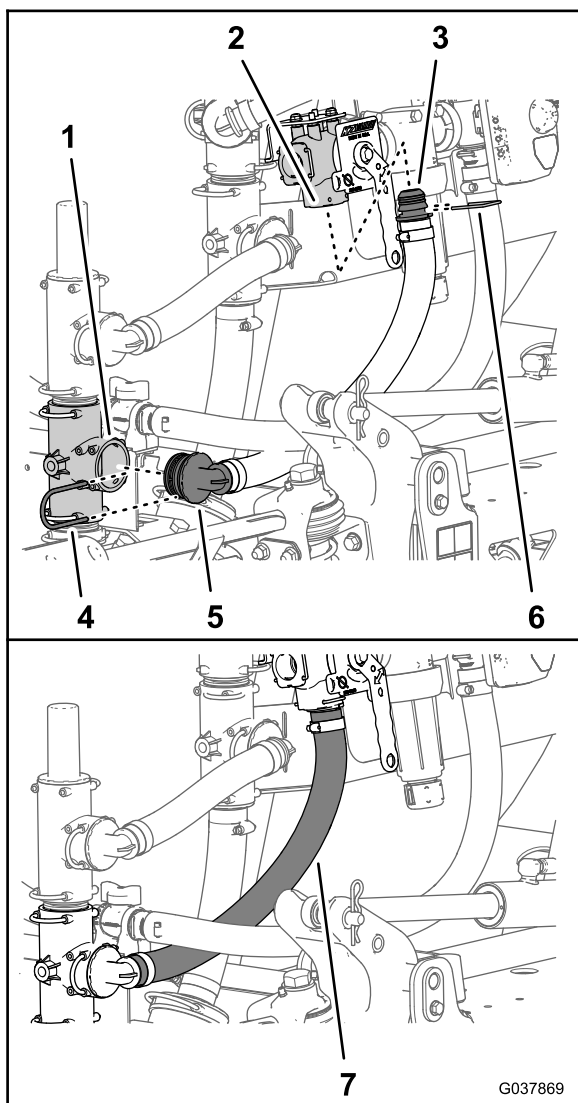

图71
1. 将打药车供水软管25 x 486mm的直通宝塔接头装入清洁加药器切断阀的进口图71。